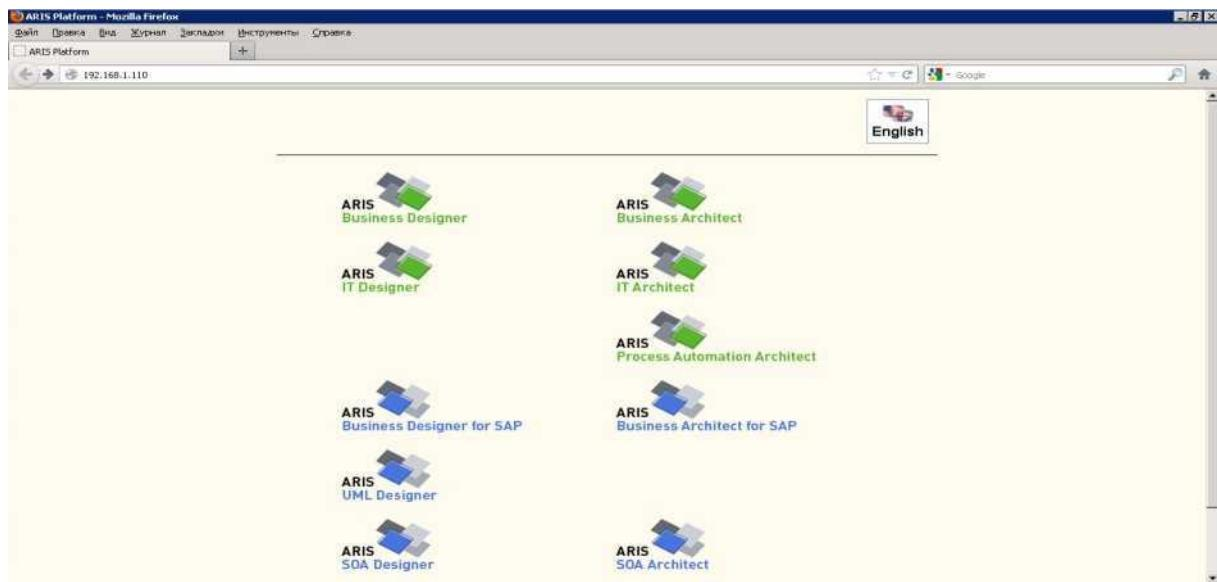

Рис. 2. Web-страница сервера ARIS
- 1) Запустите браузер и введите адрес сервера ARIS (рис. 2).